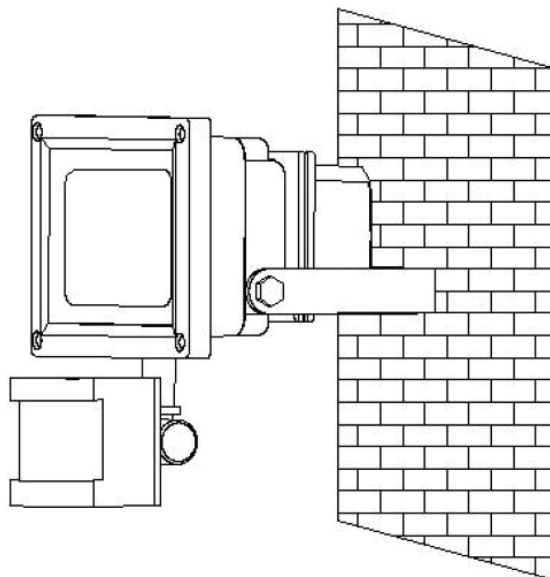

Fig. 2
- Aparatul poate fi instalat doar orizontal (vezi fig. 2).